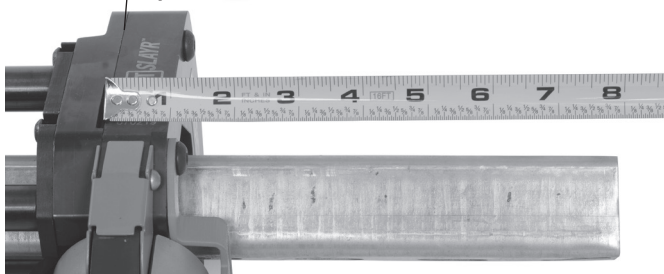

Figura 6A – Medición de la longitud de la canaleta
- a. Use la ranura para enganchar la cinta de medir, que está en el plano de corte (*Figura 6A*).